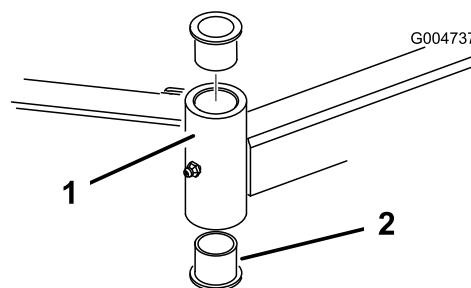

Рисунок 23
4. Вставьте выколотку сверху или снизу монтажной трубы и выбейте втулку из трубы (Рисунок 23).